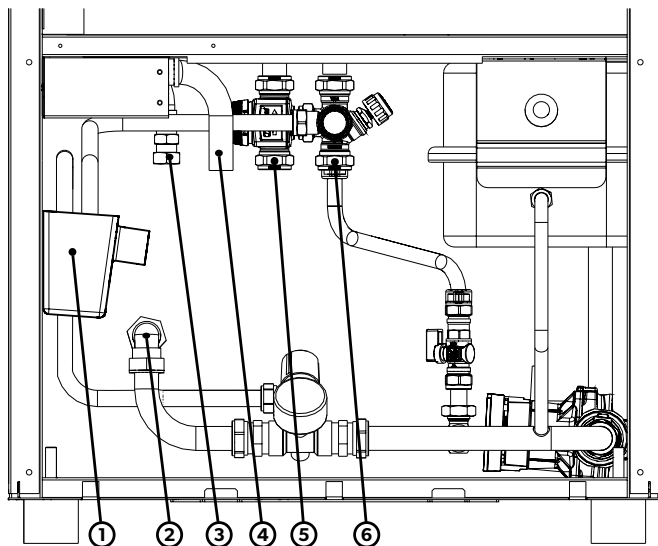

Bild 1 Vattenanslutningar på RX95
1. Koppla ihop värmesystemet med cirkulationsvärmens anslutning med en flexibel slang (se bild 1, nr 4).
2. Koppla värmesystemets retur till returvärmens (se bild 1, nr 2) med hjälp av en flexibel slang.
1. Koppla ihop värmesystemet med cirkulationsvärmens anslutning med en flexibel slang (bild 1, nr 3).
2. Montera ett T-stycke i returen för att undvika sammanblandning av cirkulationsvatten och tilluftsaggregatets retur (se bild 1, nr 2).
3. Anslut T-stycket till både cirkulationsvatten och tilluftsaggregatets anslutning (se bild 1, nr 2).
5. Koppla värmesystemets retur till returvärmens (bild 1, nr 2) med hjälp av en flexibel slang.